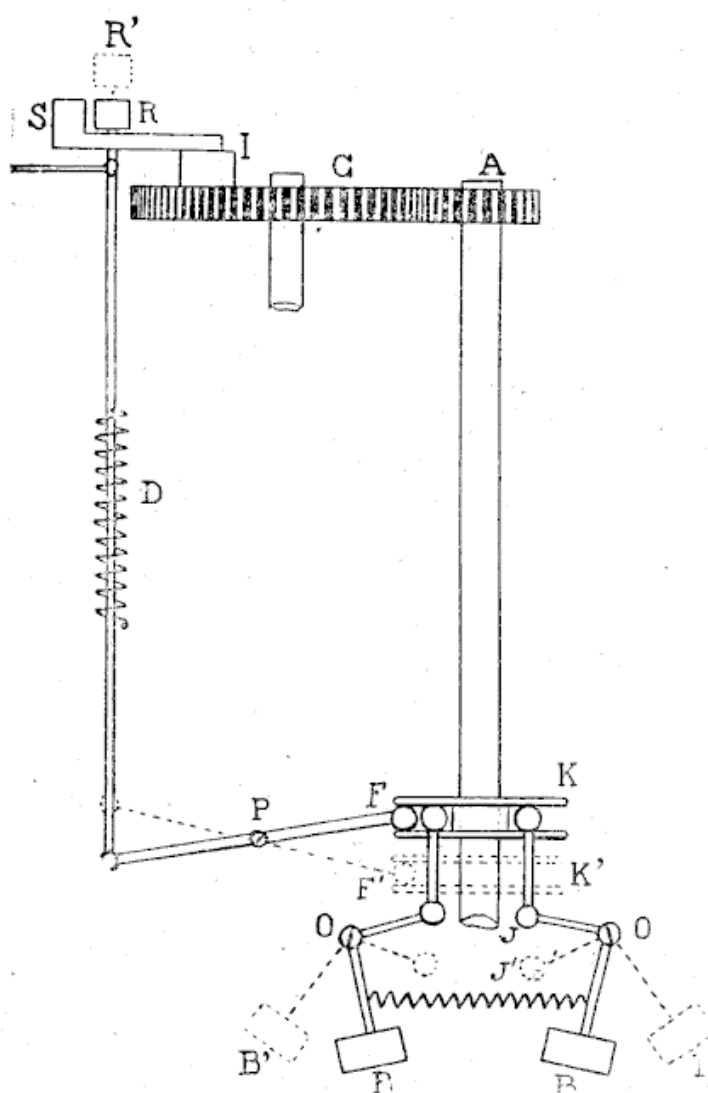

Fig. 147. — SCHÉMA DU RÉGULATEUR
peut en être, pour le remplacement d'un ressort par exemple) la tige de transmission qui se trouve derrière le régulateur et que nous allons voir tout à l'heure (D, fig. 147). — Remarquons bien le sens de rotation du volant, indiqué par la flèche.
(1) Voir les figures d'ensemble de la voiturette.
Les deux masses B sont donc montées, à égale distance l'une et l'autre, autour de l'extrémité de l'arbre principal M (1). Elles portent un levier (B O J, fig. 147) qui traverse l'épaisseur du volant afin de transmettre leur mouvement au mécanisme spécial qui est situé
La manette et le levier (à gauche) sont d'une seule pièce jusqu'en I. De même le levier à double coude (à droite) est d'un seul morceau. Une tringle rigide réunit ces deux leviers. Lorsque nous poussons la manette vers A, le point I passe en I', et la patte M, engagée dans la gorge de la pièce ronde K, passe vers M', c'est-à-dire que K est amené dans la direction de la position K' (fig. 147) que tendent à lui faire prendre les masses de cuivre et que, par suite, le déplacement du couteau est beaucoup facilité. Le régulateur intervient donc plus souvent que de coutume dans la marche du moteur qui, explosant moins souvent (parce qu'il expulse plus rarement), ralentit et a moins de puissance.